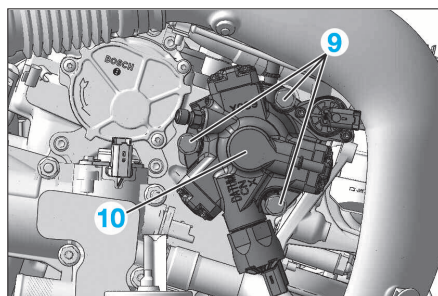

FIG. 38
- Dépose (Fig.38) :
- les fixations (9)
- la pompe haute pression carburant (10)